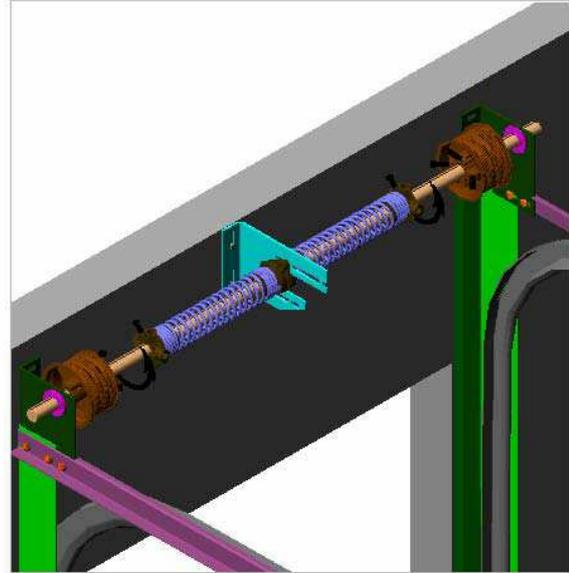
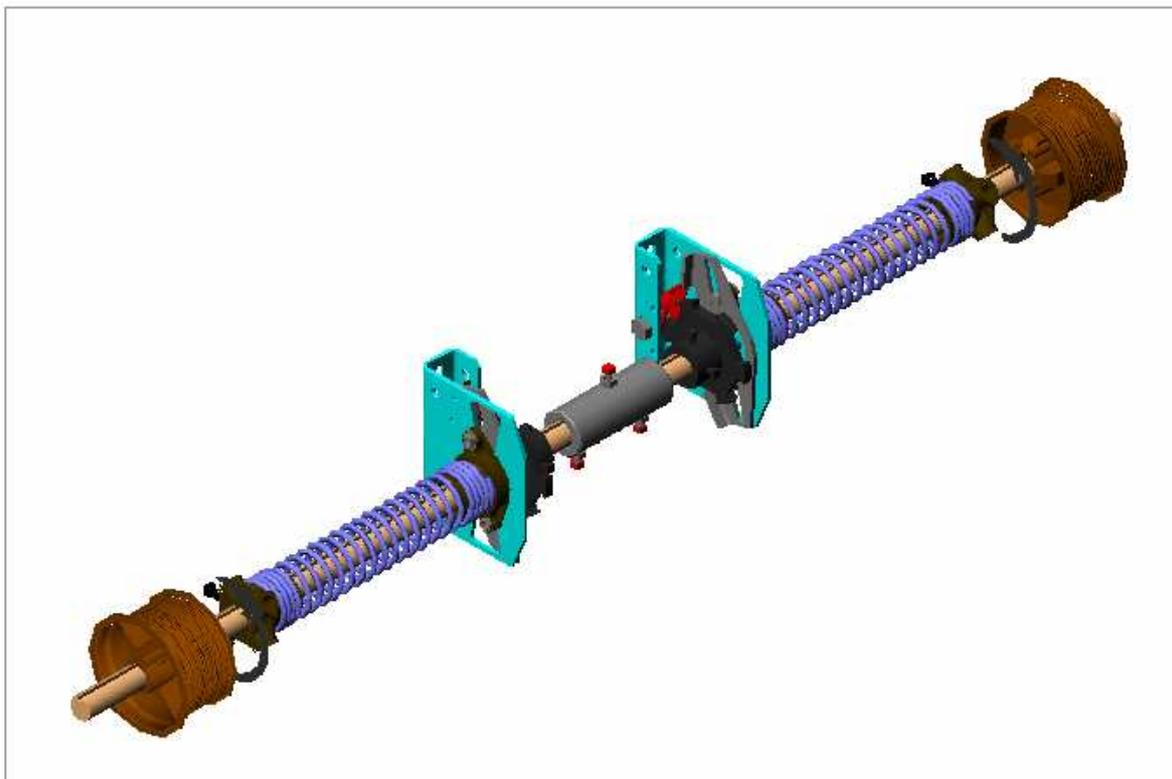

Figura: 5 Montar varão, molas, tambores (att. na montagem das molas por causa do sentido da força)
Figura: 6 Pormenor da protecção a roctura das molas e união para unir varão.
- - Monter la barre, roulements, ressorts et tambours. Faire attention à la position des ressorts pendant le montage, figure 5, afin de donner la torsion nécessaire. Si les ressorts sont dotés d'un système de sécurité contre rupture, et la barre est coupé en deux, joindre les deux parties avec un raccord- figure 6.